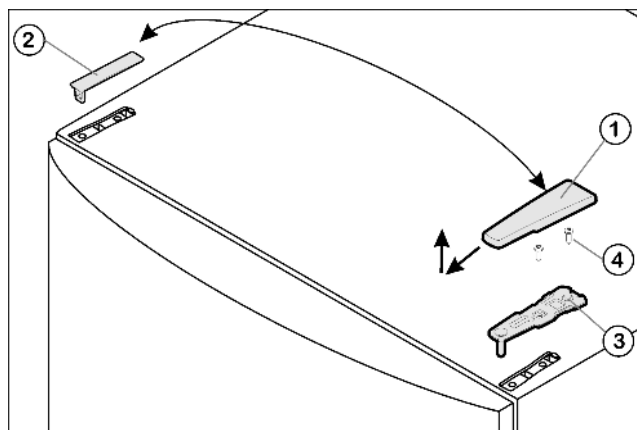

Fig. 4
- ▶ Потяните крышку Fig. 4 (1) вперед и вверх.
- ▶ Снимите крышку Fig. 4 (2).
- ▶ Открутите верхний опорный кронштейн Fig. 4 (3) (2 шт. Torx® 25) Fig. 4 (4) и вытяните вверх.
- Установите верхний опорный кронштейн Fig. 4 (3) на новой стороне шарнира и защелкните в дверце.
- Привинтите верхний опорный кронштейн (с моментом 4 Нм)(2 шт. Torx® 25) Fig. 4 (4). При необходимости сделайте отверстия или используйте аккумуляторную отвертку.
- Наденьте и защелкните крышку Fig. 4 (1) и крышку Fig. 4 (2) на противоположной стороне снаружи.